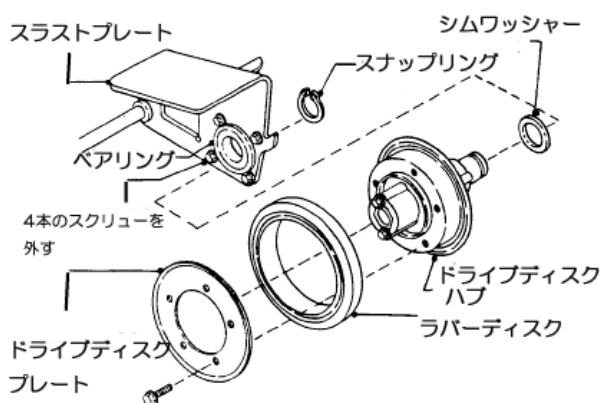

図6-12B
3. ドライブディスクハブとスラストプレート을固定しているスナップリングを外します。(図6-12B)